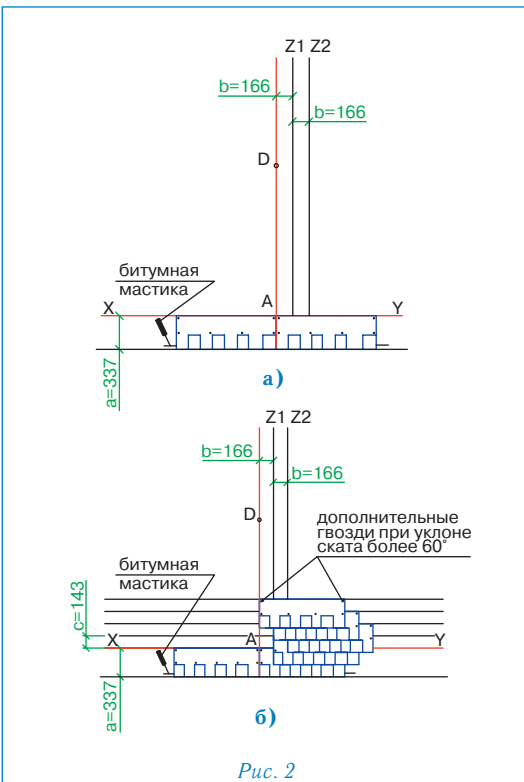

Рис. 2
Укладка материала (рис. 2)
- первый ряд черепицы укладывается от линии AD (рис. 2а);
- второй ряд укладывается от линии Z1 (со смещением 16,6 см от AD) (рис. 2б);
- третий ряд укладывается от линии Z2 (со смещением 16,6 см от Z1) (рис. 2б);
- четвертый ряд — от линии Z1 (рис. 2б);
- пятый ряд — от линии AD (рис. 2б);
Каждый лист черепицы МАСТЕР J крепится 4 гвоздями таким образом, чтобы гвоздь прошивал и верхний край низлежащего листа черепицы МАСТЕР J (рис. 2а,б).